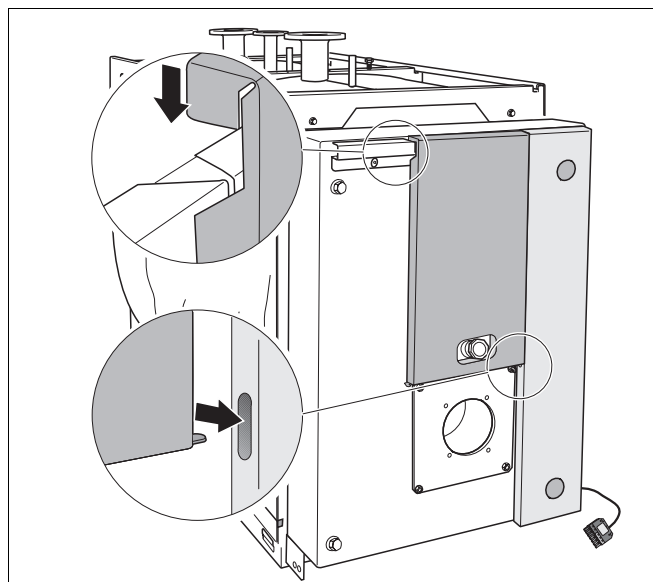

Рис. 15 Установка средней декоративной панели
- Подвесьте среднюю декоративную панель вверх в траверсу и вставьте язычок внизу в вырез на правой декоративной панели (рис. 15).